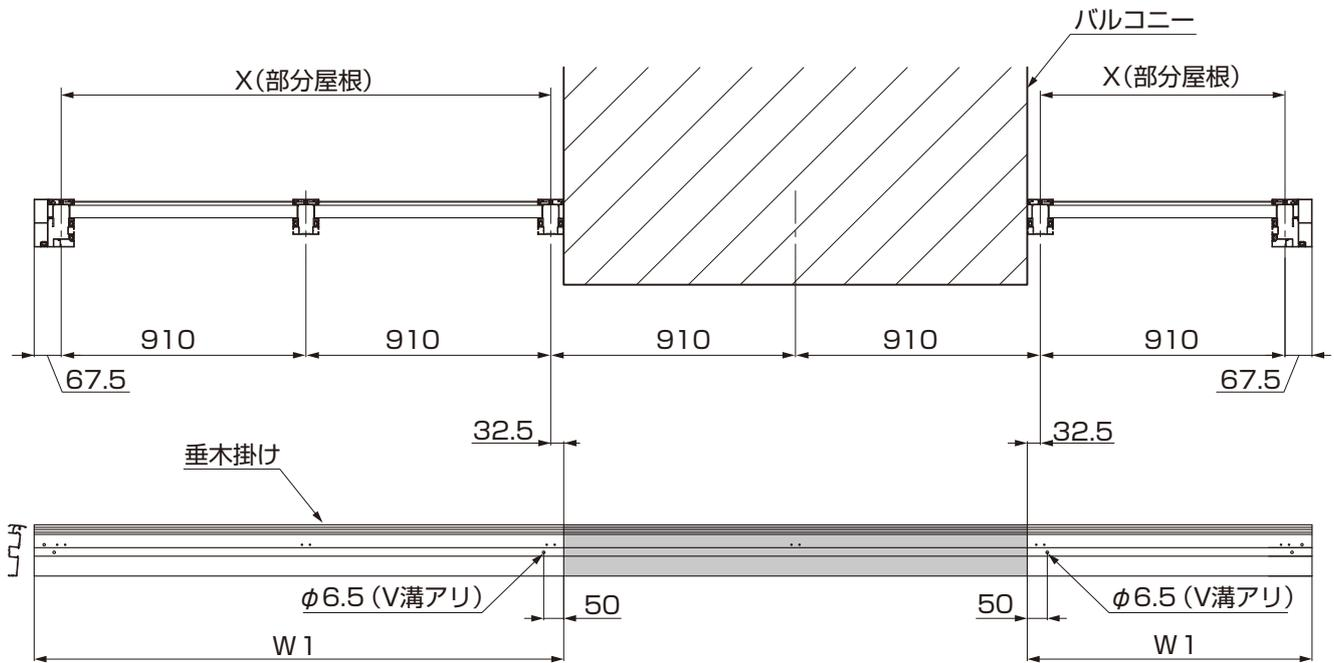

図6-2
①基本寸法を確認して垂木掛けを図6-2、表6-2を参照して加工してください。